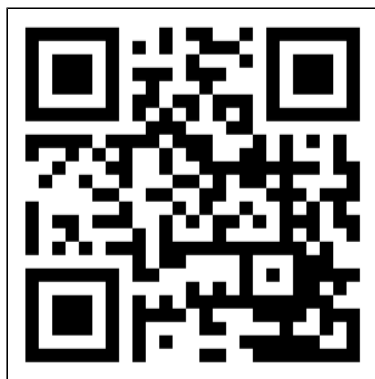

Figure 120.
1. Öppna handboken för Euroms smarta app med QR-kod (Figure 120) eller gå till www.eurom.nl/nl/manuals.